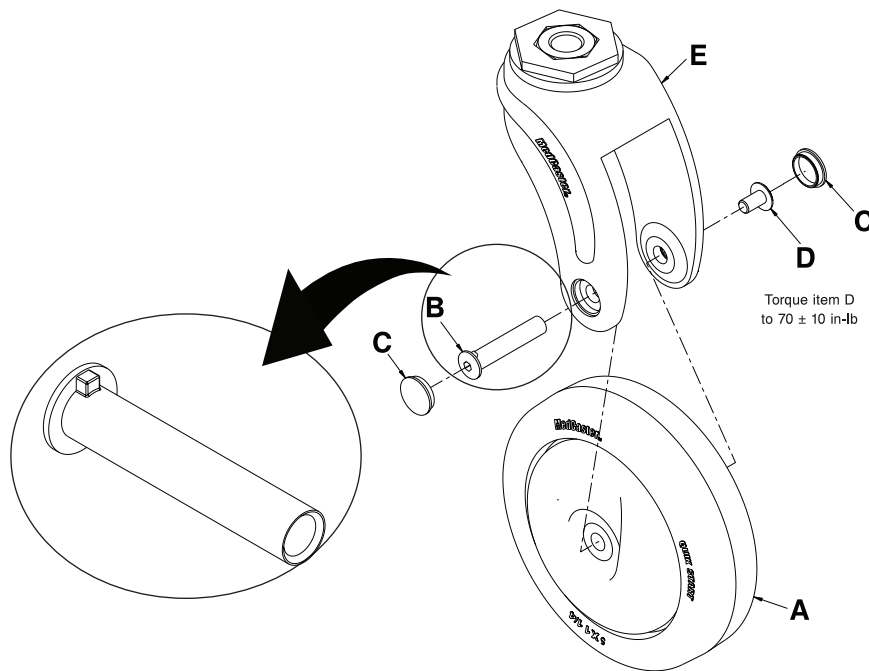

Figura 6-25: Sostituzione della ruota piroettante anteriore
2. Con un punteruolo rimuovere e mettere da parte le calottine che ricoprono l'asse con dado cilindrico della ruota piroettante (C) (Figura 6-25 a pagina 6-42).
3. Con le due chiavi a brugola da 5/32" rimuovere il dado cilindrico (B) e la vite (D) dell'asse. Mettere da parte dado cilindrico e vite dell'asse. Al momento di rimontare l'asse, serrare la vite (D) a  $70 \pm 10$  in-lb ( $8 \pm 1,1$  Nm) con una chiave dinamometrica da 3/8".
4. Afferrare la ruota piroettante (A) e tirarla verso l'esterno per estrarla dalla forcella (E). Eliminare la ruota.
**Nota:** il dado cilindrico dell'asse (B) è calettato (Figura 6-25 a pagina 6-42). Allinearli in modo corretto al momento di reinserirlo nella forcella della ruota piroettante (E).